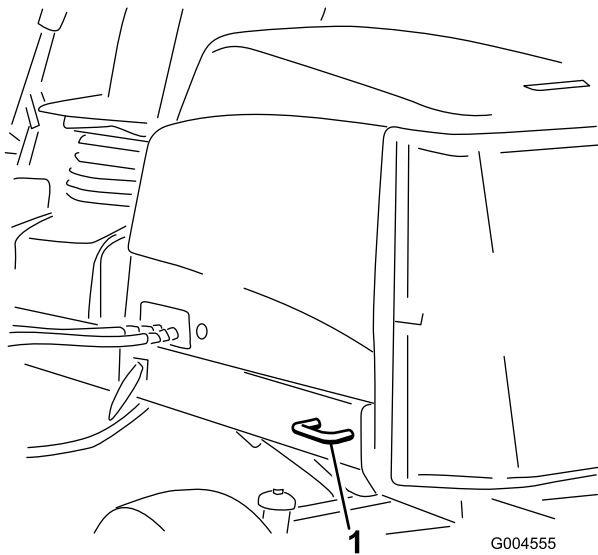

Bild 36
- **Heck der Maschine:** Jede Maschinenseite am Hinterrahmen (Bild 36).